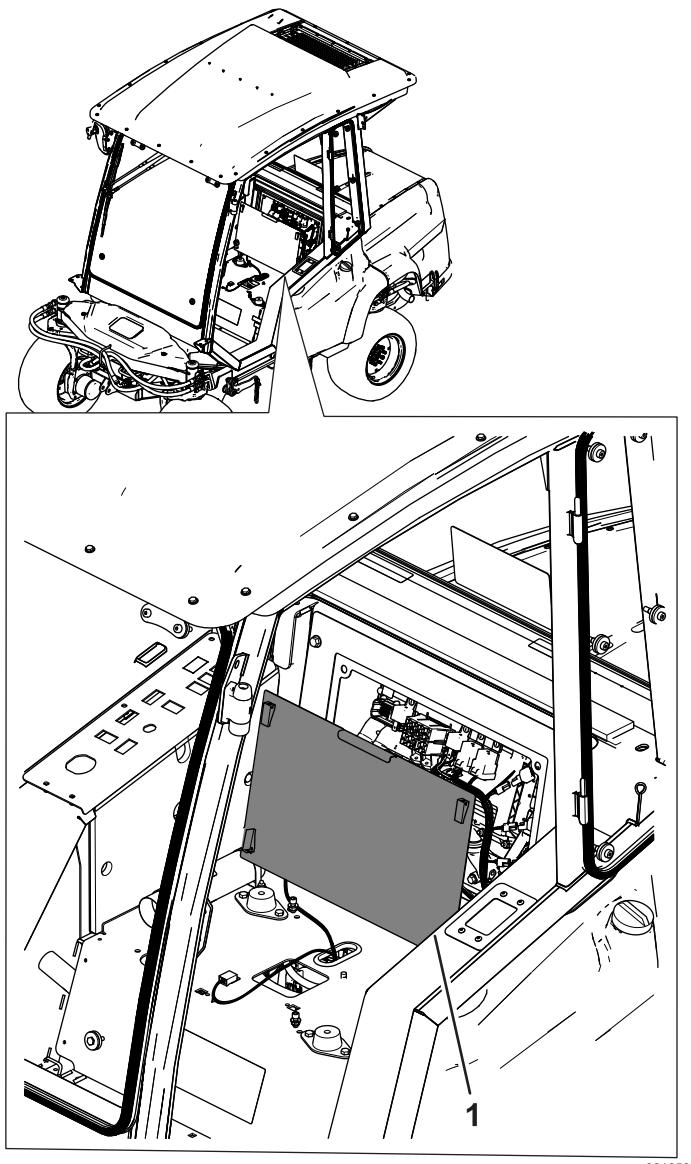
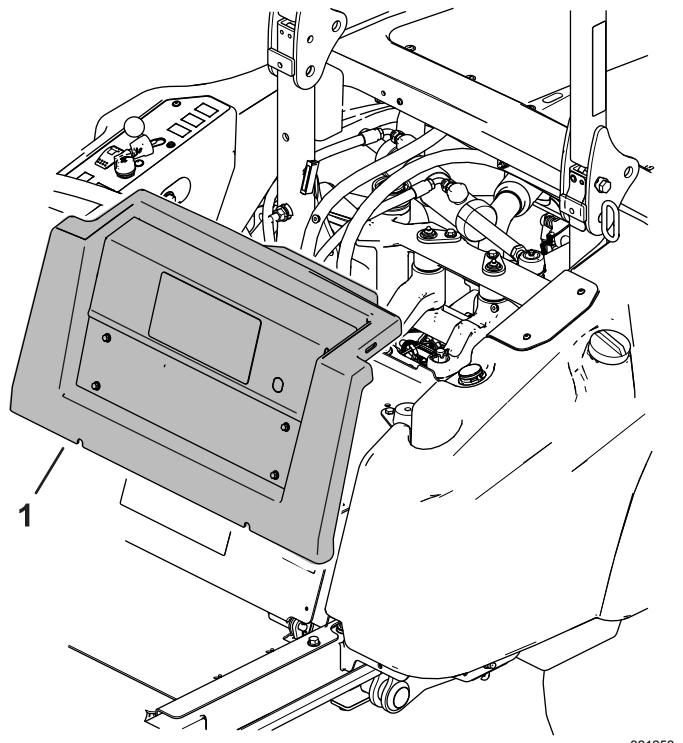

Figura 1
Figura 2
3. Incline a cobertura para trás ou retire para obter acesso aos fios (Figura 1 ou Figura 2).